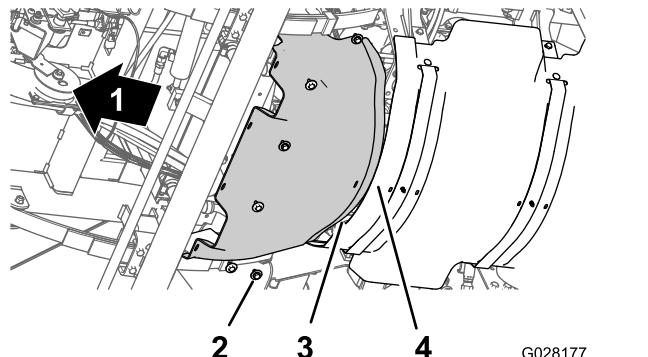

图 58
1. 将前隔热罩上的后凸缘与后隔热罩上的前凸缘对齐 图 58。
2. 将前隔热罩上的孔与底盘上的螺纹孔对齐 图 58。
3. 使用 拆下前隔热罩 \(页码 40\) 的步骤 3 中卸下的 6 个六角头螺栓和 6 个垫圈 图 58 将前隔热罩组装到机器上。